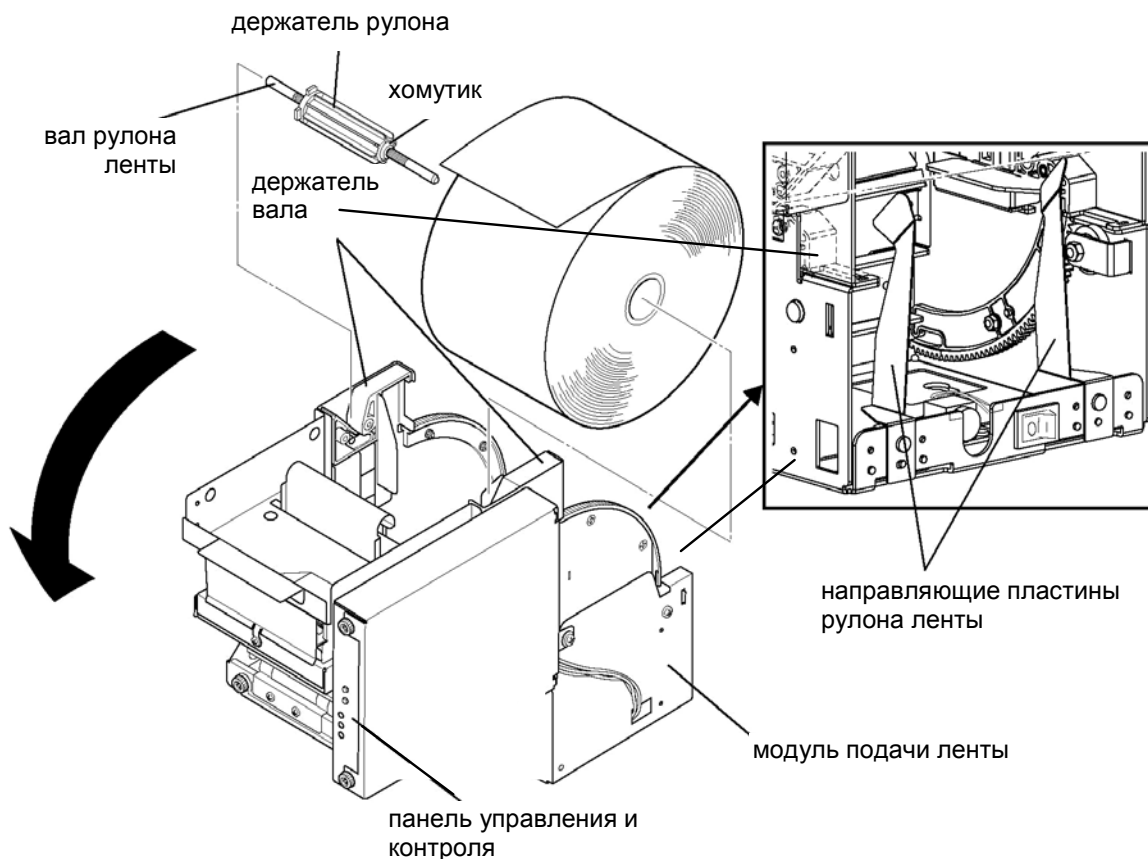

Рисунок 7.1- Установка рулона ленты
7.4.2.1 Открыть модуль подачи ленты, для чего следует отжать вниз рычаг разблокировки модуля подачи ленты. Удерживая рычаг нажатым, потянуть за верхнюю крышку по направлению, указанному стрелкой на рисунке (Рисунок 7.1) (или стрелкой А на рисунке (Рисунок Б.1)), и повернуть модуль, чтобы открыть его.
7.4.2.7 Чтобы закрыть модуль, нажать на него до упора в направлении, противоположном стрелке на рисунке (Рисунок 7.1) (или стрелке А на рисунке (Рисунок Б.1)). Рычаг разблокировки должен быть зафиксирован (при попытке потянуть модуль в направлении, указанном стрелкой на рисунке (Рисунок 7.1), он должен оставаться неподвижен; фиксация определяется по характерному щелчку).